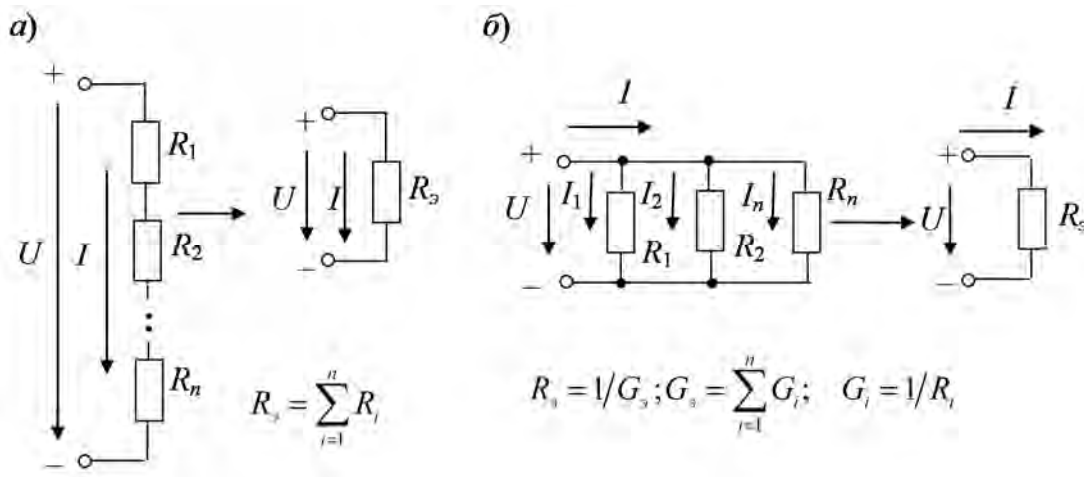

Рисунок 1.1 – Последовательное (а) и параллельное (б) соединение резисторов
- замена нескольких последовательно или параллельно соединенных резисторов одним (рисунок 1.1);